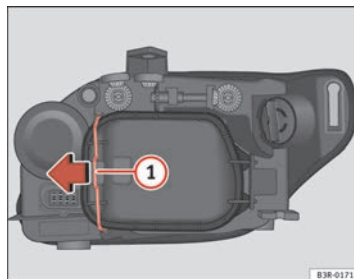

Fig. 198 Luz de posición (lado interior vehículo)
- Desplace el tirante ⇒ página 279, fig. 198 ① en el sentido de la flecha y saque la tapa rígida separando primero el lado del tirante y sacando después las dos pestañas del extremo contrario de la tapa.